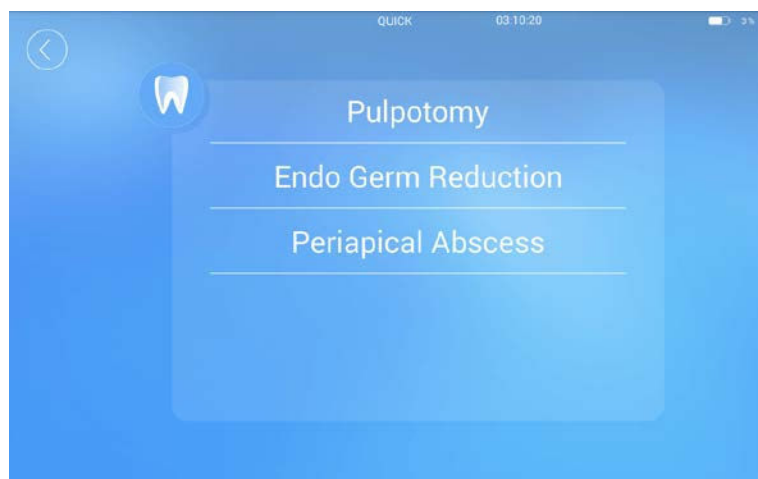

Рис.4.1 Список специальных протоколов
- 4.1 Выберите желаемую категорию, чтобы войти в интерфейс «List of specific protocols» (Список специальных протоколов). (Рис. 4.1)